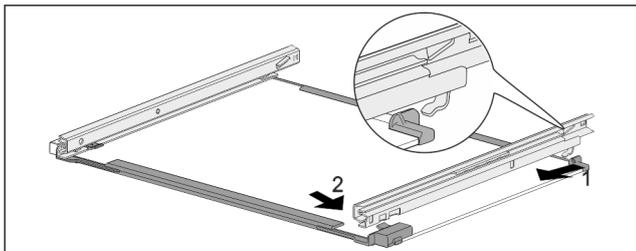

Fig. 143 Ripiano in vetro con guide
- ▶ Agganciare la guida sul lato posteriore. Fig. 143 (1)
- ▶ Innestare la guida sul lato anteriore. Fig. 143 (2)